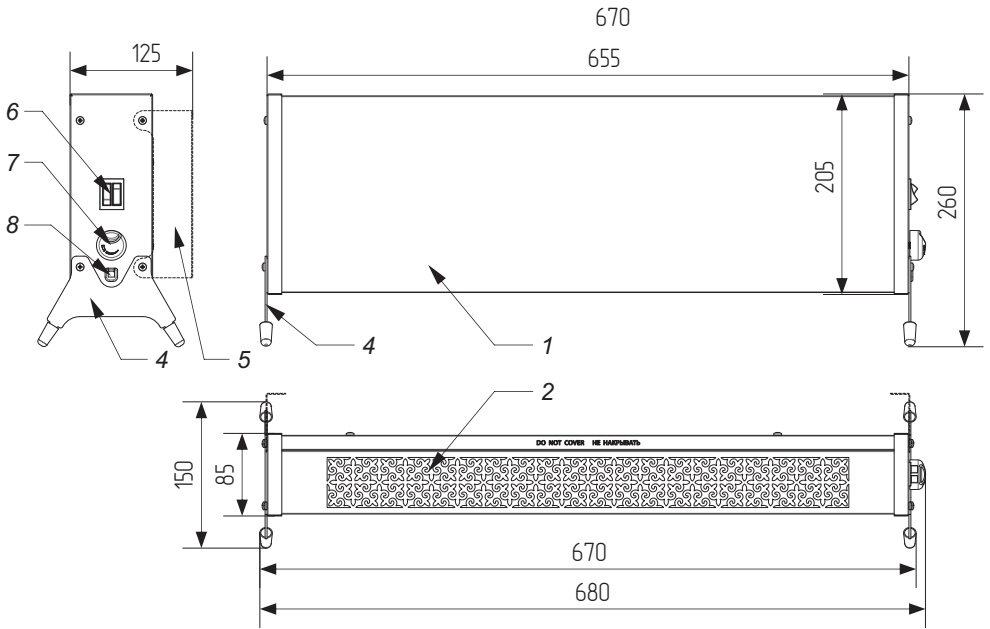

Рисунок 1. Габаритный чертёж и элементы конструкции электрического обогревателя.
5.1. Конвектор (см. рис. 1) представляет собой металлический корпус, состоящий из передней панели 1 и задней панели 3, внутри которого на шасси расположен электронагревательный элемент (на чертеже не показан). На корпус устанавливаются опоры 4 или настенные кронштейны 5. На боковой поверхности корпуса расположены рокерные переключатели (клавишные выключатели) с подсветкой 6 и ручка термостата 7.